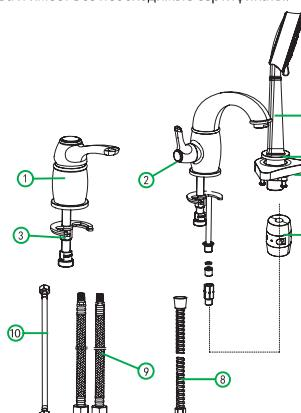

Рис. 1
1. Для включения/выключения напора воды и регулировки температуры используйте рукоятку корпуса смесителя (1) (см. рис. 1).
2. Для переключения потока воды с излива на лейку для душа и наоборот используйте ручку механизма переключения душ/излива (дивертора) (2).